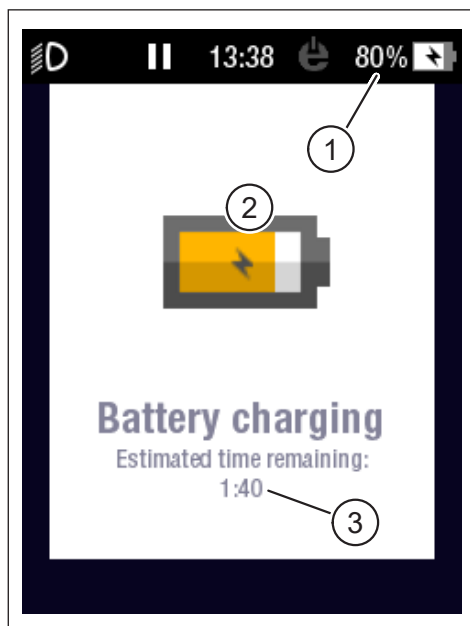

Fig. 25: Affichage de l'état de charge sur Haibike HMI & System Control
Le Haibike HMI & System Control indique numériquement le progrès de charge actuel (pos. 1 dans Fig. 25) et graphique (pos. 2 dans Fig. 25). De plus, le temps de charge restant probable s'affiche (pos. 3 dans Fig. 25).